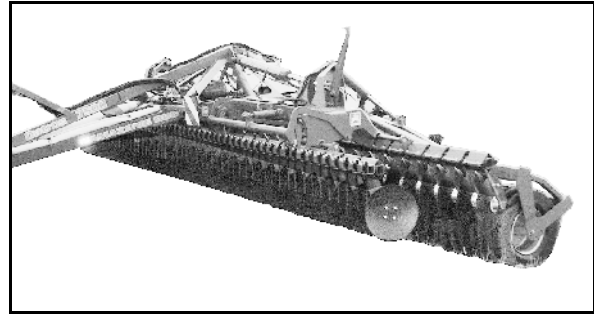

Рис. 36
- o полностью поднимите агрегат (Рис. 36)